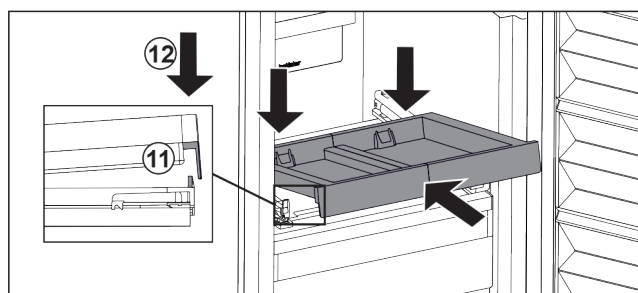

Fig. 32
- Inserire in modo inclinato. Assicuratevi che l'arresto sia dietro la linguetta su entrambi i lati. Fig. 32 (11)
- Abbassare il ripiano estraibile nella parte anteriore. Fig. 32 (12)